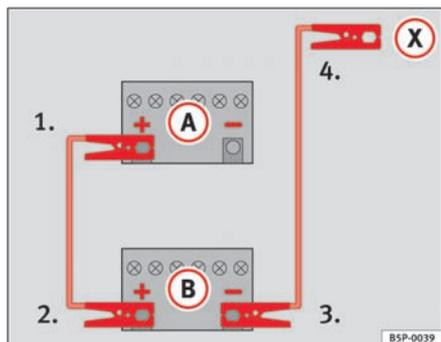

Fig. 170 Esquema de conexión de los cables de emergencia
En la ⇒ fig. 170 **A** representa a la batería sin carga y **B** a la batería con carga.
1. Emborne un extremo del cable de emergencia rojo al polo positivo ⇒ fig. 170 ⊕ del vehículo con la batería descargada ⇒ ⚠.